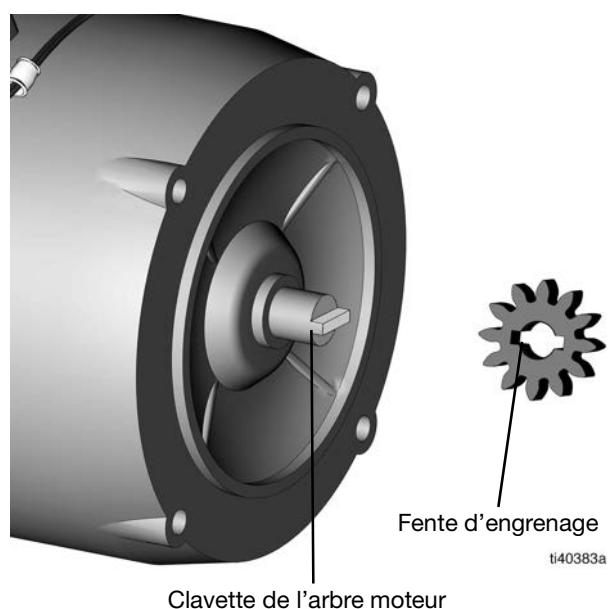
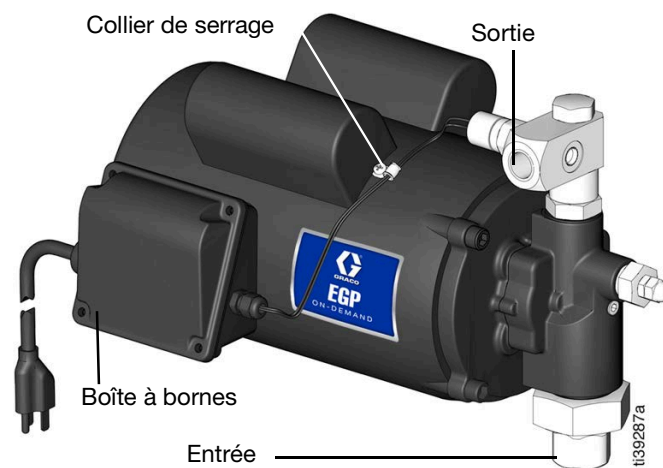

FIG. 19
FIG. 21
1. Mettez l'ensemble du boîtier de pompe sur le moteur. La clavette de l'arbre du moteur doit correspondre à la fente de l'engrenage sur le couvercle intérieur. La sortie de la pompe doit être orientée vers le haut et la boîte à bornes doit être centrée entre la sortie et l'entrée de la pompe (FIG. 19 et FIG. 21).
3. Poussez le fil du pressostat dans le collier de serrage et dans la boîte à bornes à travers le réducteur de tension (FIG. 21).